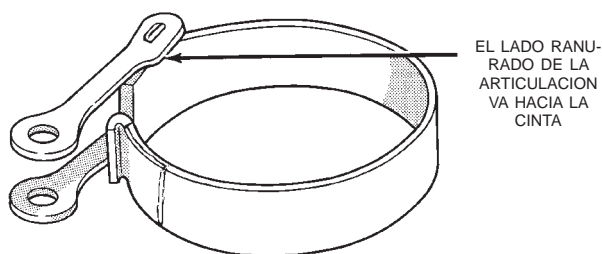

Fig. 89 Cinta trasera y articulación
(32) Separe la cinta trasera de la articulación (Fig. 89).
(33) Si fuese necesario, retire las palancas de los servos de las cintas delanteras y traseras. Puede efectuarse el servicio de todos los componentes de la transmisión sin que se retiren las palancas.